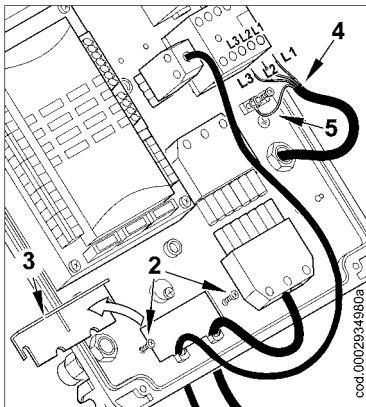

Рисунок 2
- 2) Ослабьте винты (2). После того, как Вы сняли кабельный зажим (3), пропустите через отверстие 7-штырьковый и 4-штырьковый разъёмы (см. рис. 2). Соедините питающие кабели (4) к дистанционному выключателю, закрепите заземляющий кабель (5) и затяните соответствующий хомут.